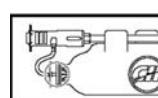

Figure 7
- Avant de rincer, déplacer l'indicateur sur le capuchon à la position « OFF » (arrêt) pour arrêter le savon (Figure 7).